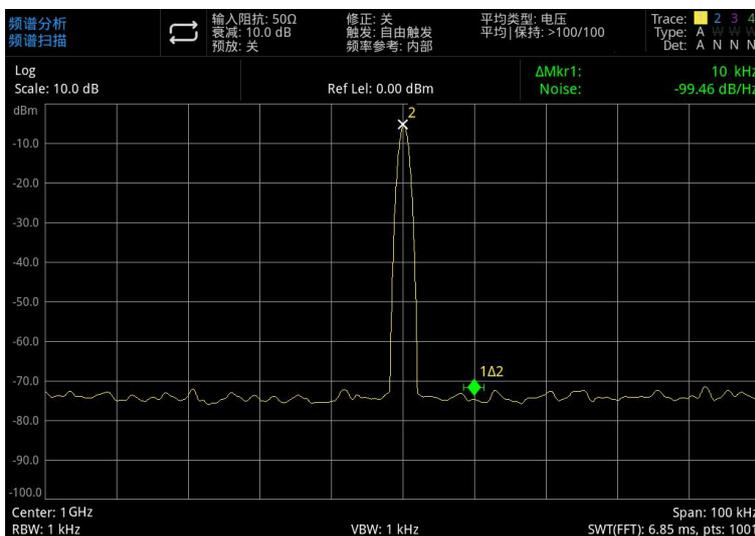

图 3-20：相位噪声
- 6 按[Marker]>标记功能>标记噪声，如图 3-20 所示：